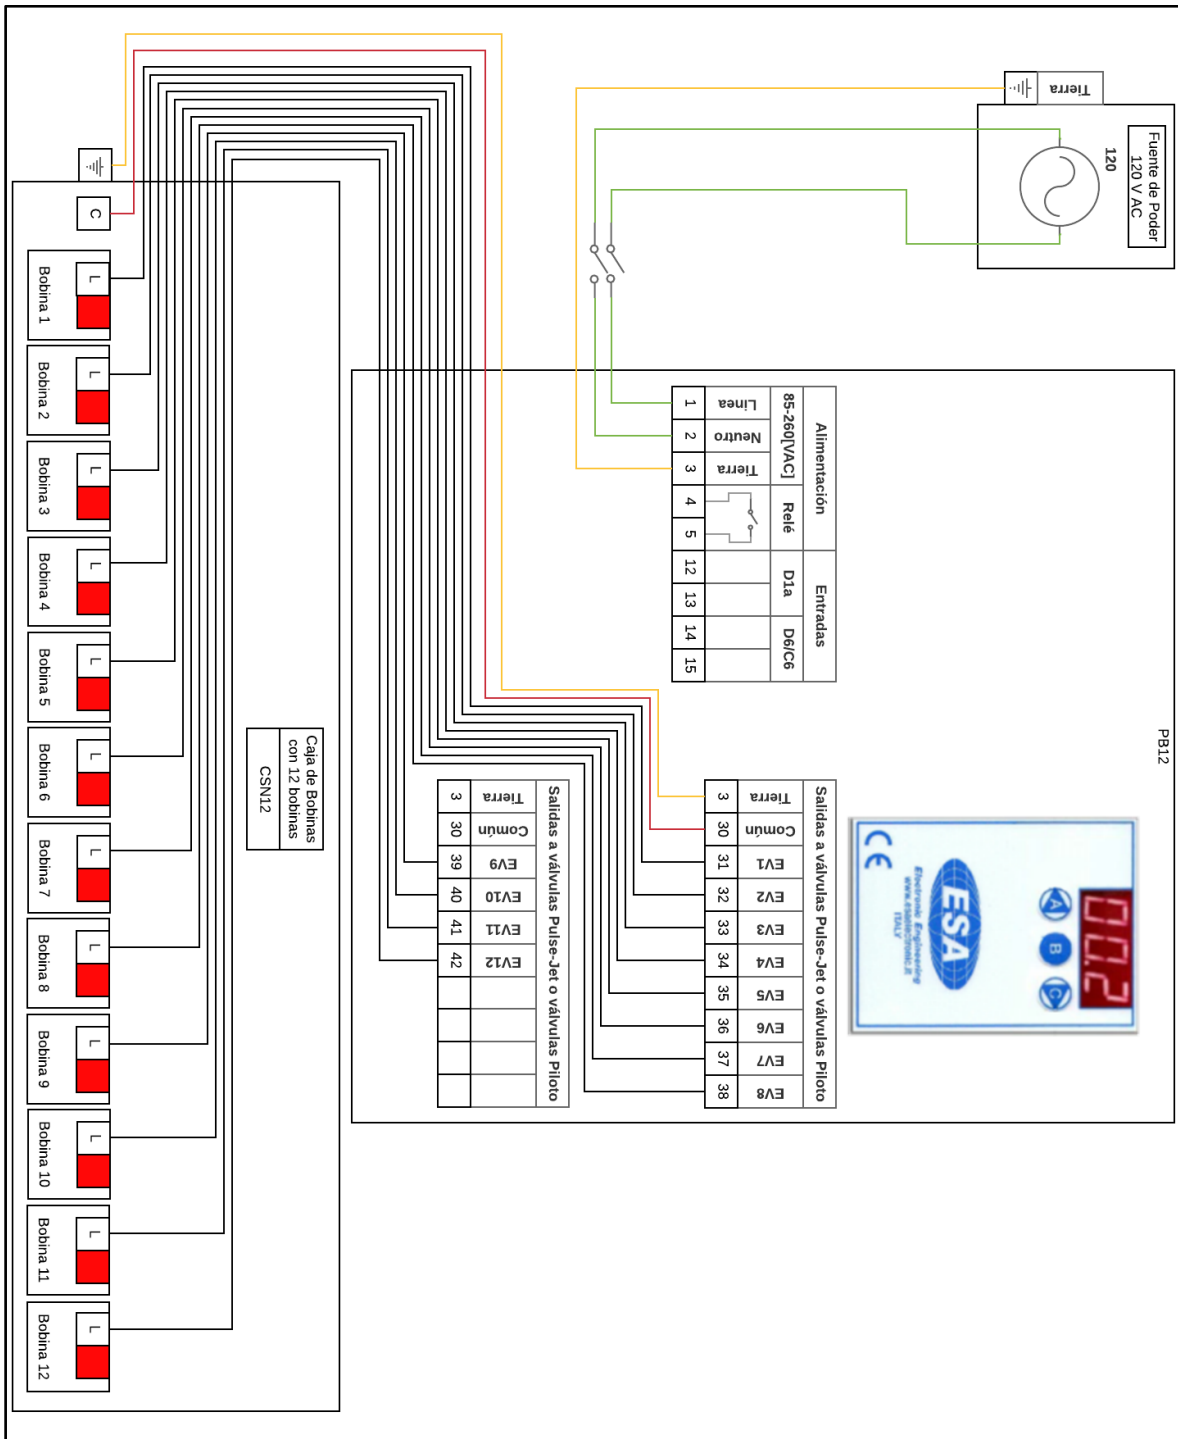

Figura 8: Diagrama de conexiones eléctricas entre un secuenciador PB12 y una caja de bobinas Mecair CSN12.
- No conectar a tierra el común de las electroválvulas (ver diagrama eléctrico de la Figura 8 en la 15).
En el diagrama eléctrico de la Figura 8 podemos observar las conexiones eléctricas entre un PB12 y CSN12 (caja de bobinas marca Mecair). Apreciamos 4 áreas de terminales dentro de la PB: